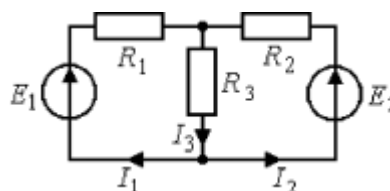

Рисунок 2.3
3. На рис. 2.3 изображена исследуемая цепь без измерительных приборов и ключей. Запишите для нее необходимое число взаимно независимых уравнений по законам Кирхгофа.
6. Поясните принцип взаимности применительно к цепи рис. 2.3 и выведите формулы для аналитической его проверки (докажите тождество выражений для двух токов).